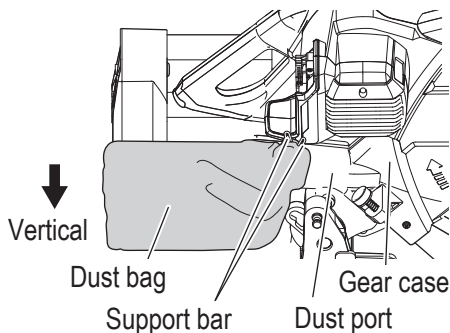

Fig. 13
(1) Installing the dust bag (**Fig. 13**)